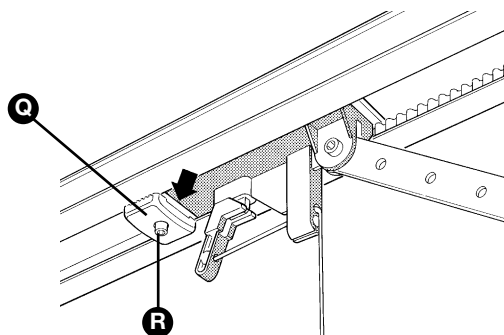

Figura 34
**10** Abra manualmente la puerta hasta el punto de apertura deseado, desplace el tope mecánico trasero [Q], colóquelo al lado del carro (Figura 34) y bloquéelo apretando con fuerza el tornillo [R].